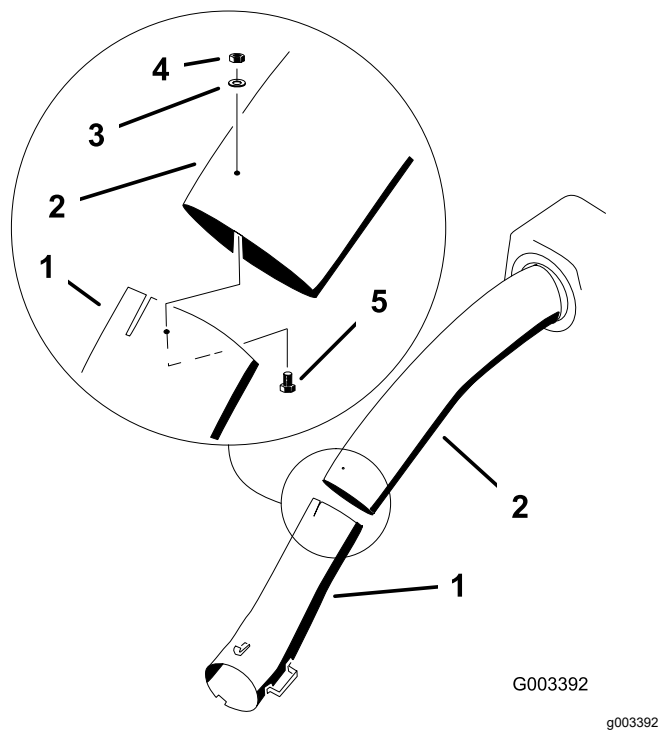

Figura 28
11. Una los tubos superior e inferior con 3 pernos (N.º 10 x ¾"), 3 arandelas planas (7/32"), y 3 contratuercas (N.º 10), como se muestra en la Figura 28.